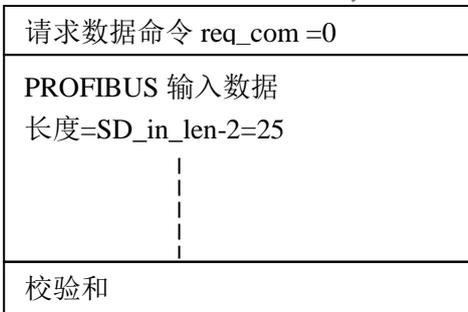

图 6-6-3 用户板判断 AB_status (D0)=0 继续发 req_com =0，接收格式 A
- ③ 如果 AB_status (D7)=0 说明用户参数没有更新（可能主站还没有接通），实验板继续发送 PROFIBUS 输入数据并请求 SE 接口将回答“输出数据报文 A”，见图 6-6-3。